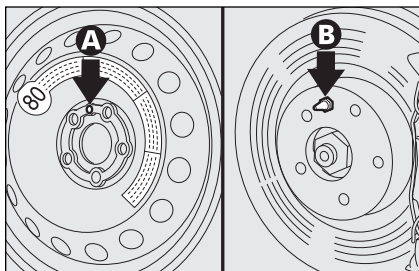

fig. 10
- monteer het wiel door een van de openingen **A-fig. 10** tegenover de bijbehorende centreerpen **B** te plaatsen;
- monteer het normale wiel door door de pen **B-fig. 10** tegenover een van de openingen **A** te plaatsen;